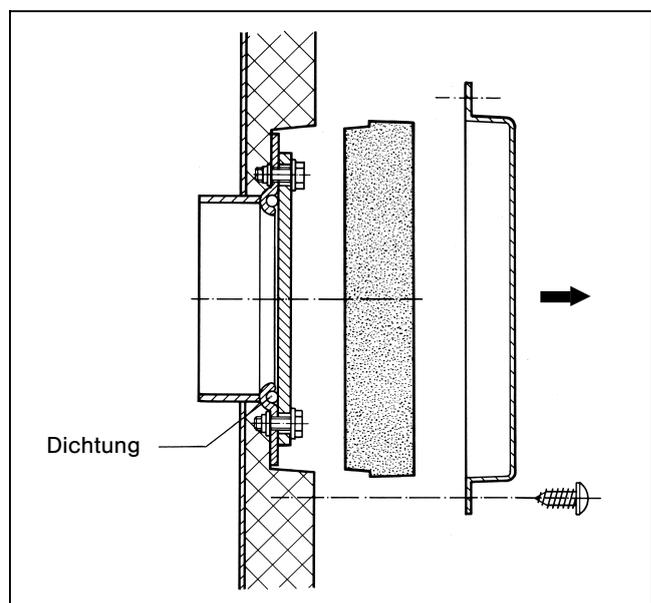

Abb. 14
- Abdeckhaube vor Handlochdeckel abschrauben (Abb. 14).
- Sechskantschrauben aus vorderem Handlochdeckel herausschrauben, Handlochdeckel abnehmen (Abb. 14).